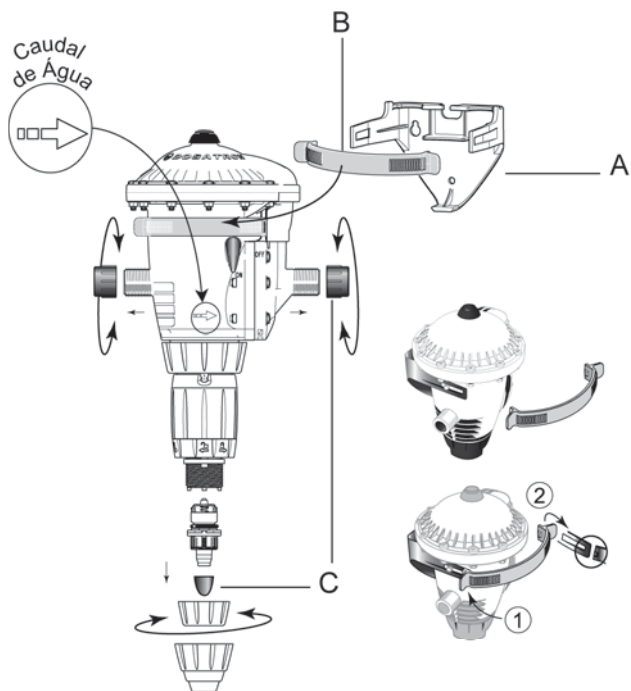

Fig. 1
- suporte de parede (**Fig. 1-A**) e uma correia (**Fig. 1-B**),
Retire as tampas de protecção (Fig. 1-C) que fecham os orifícios do seu DOSATRON antes de o ligar à rede de água.